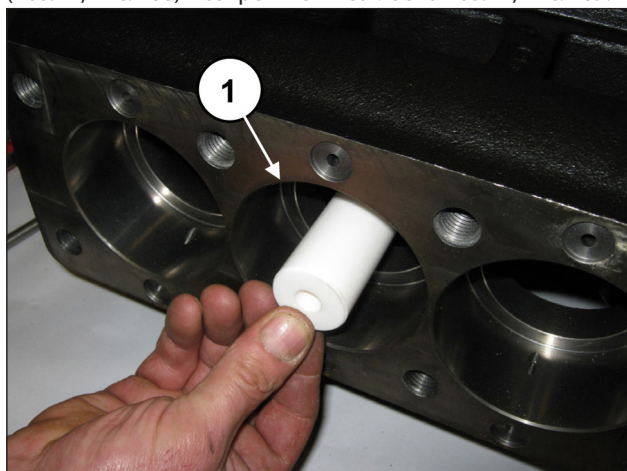
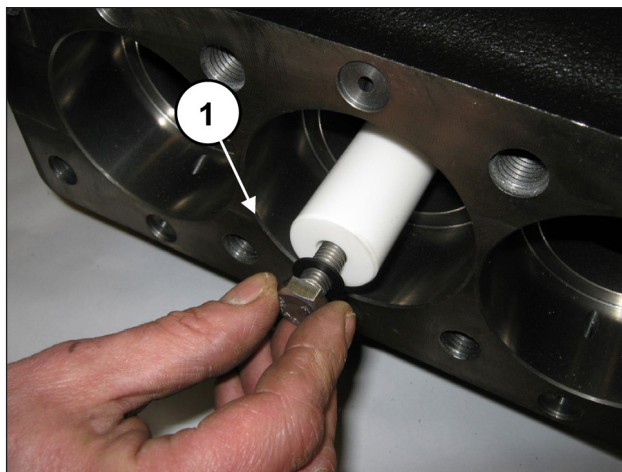

Рис. 188
Рис. 189
Установите поршни на соответствующие направляющие (поз. ①, Рис. 188) и закрепите их согласно поз. ①, Рис. 189.